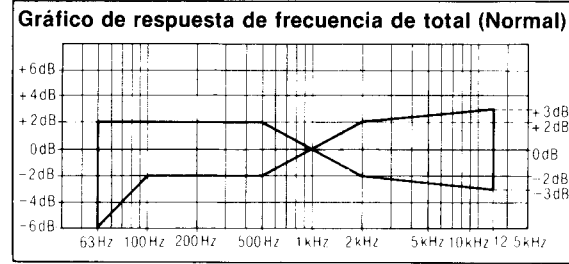
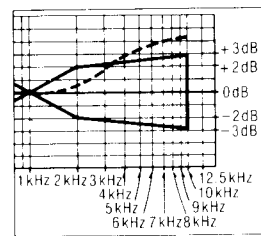
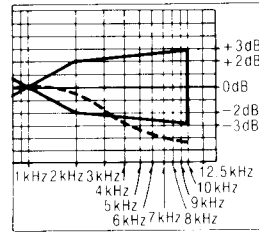

Fig. 10
Fig. 12
Fig. 13
6. Reproducir las señales grabadas en el paso 6, y comprobar si la curva de respuesta de frecuencia está dentro de los límites mostrados en el gráfico de respuesta de frecuencia total para las cintas normales (Fig. 10).
Cuando la curva excede las especificaciones del gráfico de respuesta de frecuencia total (Fig. 10) tal como se muestra en la Fig. 12.
- 2) Repetir los pasos 5 y 6 para confirmación. (Seguir con los pasos 7, 8 y 9 si la curva está ahora dentro de las especificaciones del gráfico de la Fig. 10).
- 3) Si la curva todavía excede las especificaciones (Fig. 10), aumentar aún más la corriente de polarización y repetir los pasos 5 y 6.
Cuando la curva está por debajo de las especificaciones del gráfico de respuesta de frecuencia total (Fig. 10) tal como se muestra en la Fig. 13.
- 3) Si la curva todavía cae por debajo de las especificaciones del gráfico (Fig. 10), reducir aún más la corriente de polarización y repetir los pasos 5 y 6.